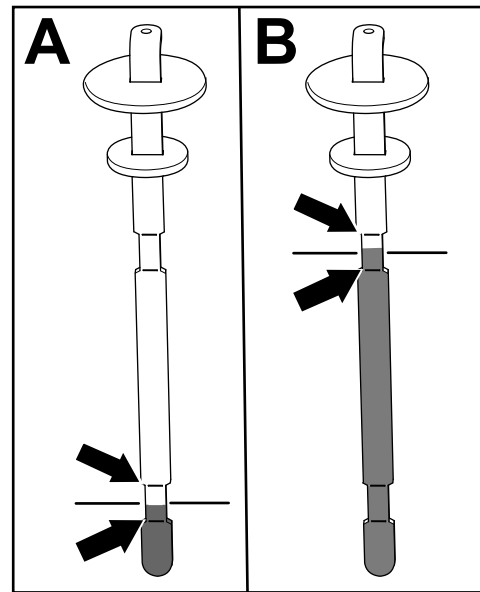

Рисунок 82
5. Извлеките щуп и проверьте уровень рабочей жидкости (Рисунок 82).
- Если у вас на машине установлен **режущий блок**: уровень гидравлической жидкости должен находиться на соответствующем уровне между 2 нижними отметками на щупе (А на Рисунок 82). Также допустимо, если уровень жидкости находится выше нижних отметок.
приводом: уровень гидравлической жидкости должен находиться на соответствующем уровне между 2 верхними отметками на щупе (В на Рисунок 82).